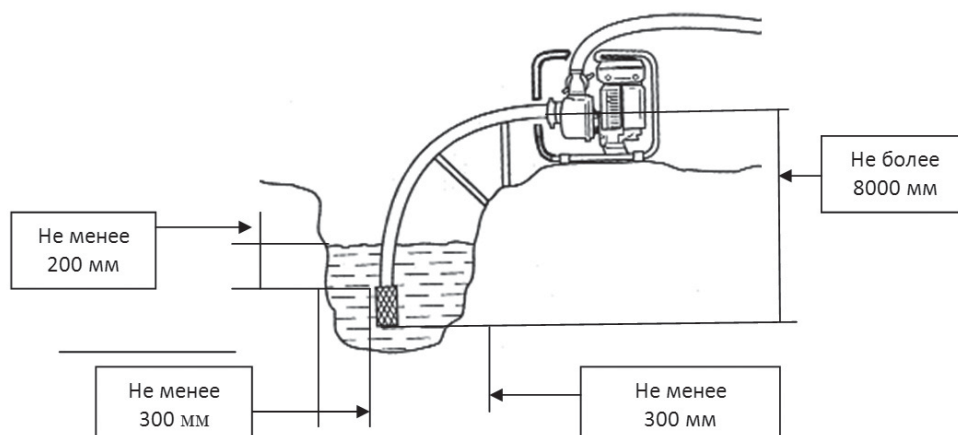

рис.9
1. Установите мотопомпу вблизи водоема(емкости) на твердую ровную горизонтальную поверхность, опустить фильтр всасывающего рукава в водоем(емкость),обеспечив вертикальное положение фильтра и необходимые расстояния, как показано на рис. 9.
- Для надежной работы всасывающей магистрали рекомендуется утяжелить конец всасывающего рукава в районе фильтра дополнительным грузом и в процессе работы (и особенно при запуске помпы) периодически проверять, чтобы всасывающий рукав с фильтром находился в вертикальном положении (рис.9).